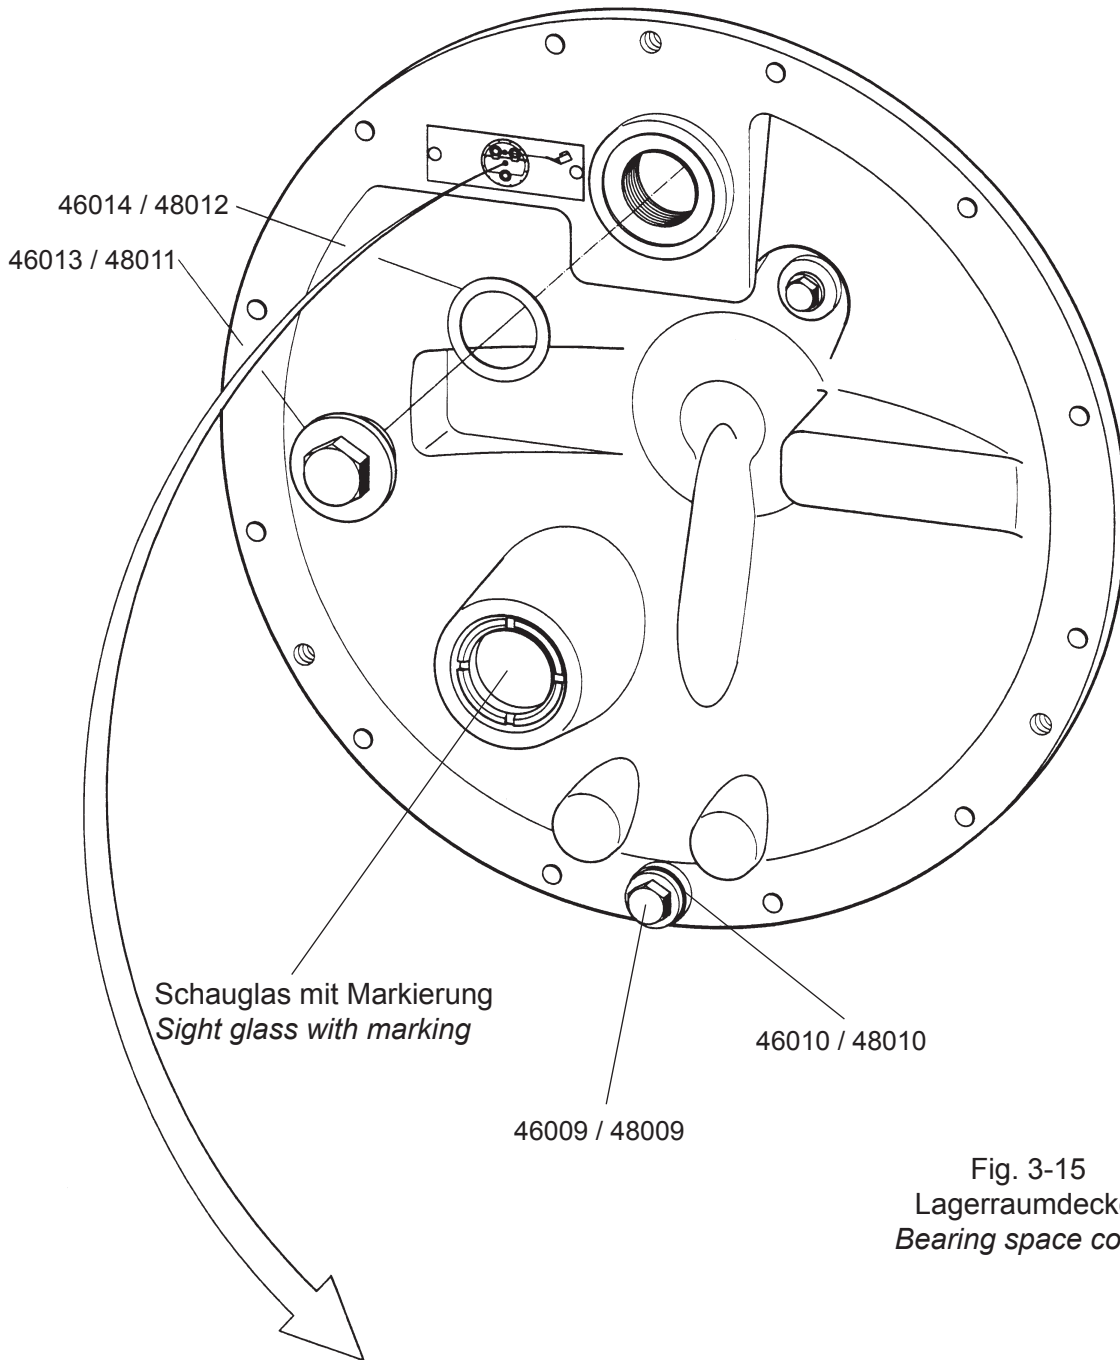

Fig. 3-15
- Verschlusschrauben (46009,46013 /48009,48011) (s. Fig. 3-15) herausdrehen und Altöl ablassen
- Remove the screws plugs (46009,46013 / 48009,48011) and drain off the used oil (see fig. 3-15).